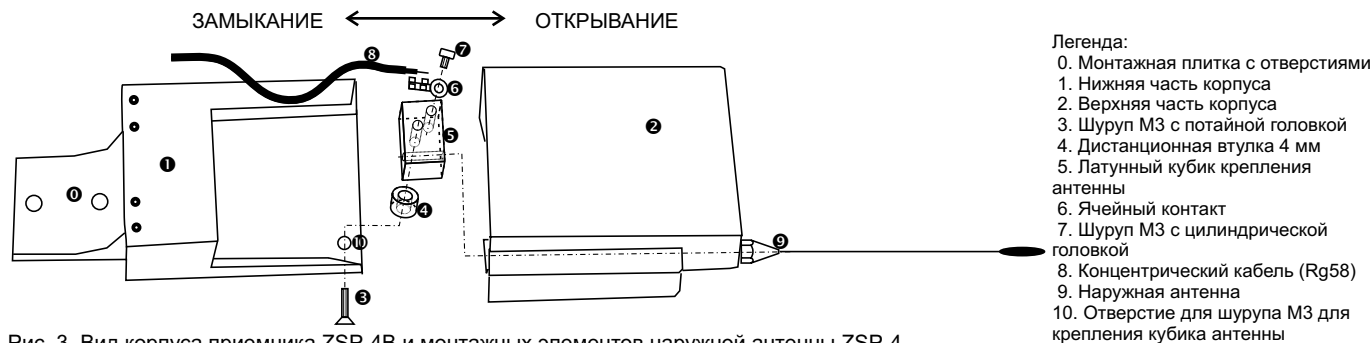

Рис. 3. Вид корпуса приемника ZSP-4B и монтажных элементов наружной антенны ZSP-4.
- Открыть корпус приемника ZSP-4B (рис.3) - открутить (возможно уже имеющуюся) наружную антенну и снять верх корпуса (выдвигая его).
- Чтобы дойти до зажимов каналов 3 и 4 надо полностью вынуть электронный модуль из корпуса, предварительно открутив шуруп М3, который блокирует возможность демонтажа модуля (рис.3 элемент 3).
- Уместить нижнюю часть корпуса в требуемом месте при помощи прилегающего к нему захвата с двумя отверстиями (рис.3). Для крепления использовать болты с максимальным диаметром 5 мм.
- Надвинуть верхнюю часть корпуса и вкрутить наружную антенну в верхнее отверстие (рис.3). Наружная антенна с нарезной стороны имеет прокладку, которая в соединении с корпусом дает гарантию защиты от воды. Монтаж закончен.
- Открыть корпус приемника (рис.3) и демонтировать электронный модуль - открутить (если таковая уже имеется) наружную антенну и снять (выдвигая) верхнюю часть корпуса, открутить шуруп М3, который блокирует возможность демонтажа модуля (рис.3 элемент 3), вынуть модуль из нижней части корпуса, демонтировать латунный кубик крепления антенны, выкручивая из него дополнительный шуруп М3.
- использовать оставшийся после демонтажа шуруп М3х10 с потайной головкой (рис. 3 элемент 3) и дистанционную втулку высотой 4 мм (4). Шуруп вложить в отверстие в нижней части корпуса приемника, наложить дистанционную втулку и вкрутить в расположенный соответствующим образом латунный кубик (5).
- Соединить модуль приемника ZSP-4B с монтируемой наружной антенной, используя соответствующий провод, на прим.: RG58 (8). Концентрический кабель RG58 характеризуется полным сопротивлением величиной 50 Ohm, возможностью работы при частоте сигнала 433 МГц, а длина равняется многократности 68 см (длина волны). Использование слишком длинного провода (оптимальный до 3 м) или провода с плохой характеристикой, вместо увеличения радиуса действия приведет к его уменьшению. Кабель нужной длины надо изолировать и подключить с одной стороны к зажимам модуля приемника: к зажиму „Y” внутреннюю жилу кабеля, а до „GND” экран кабеля. С другого конца кабеля снять наружную изоляцию и экран на длине 15 мм, внутреннюю жилу кабеля отизолировать на длине 5 мм. Затем прикрепить к ней ячеиковый наконечник (6) и прикрутить к свободному отверстию на латунном кубике, используя оставшийся после демонтажа шуруп М3х5 с цилиндрической головкой (7). Экран кабеля следует соединять только по стороне модуля радиоприемника!!!
- Надвинуть верхнюю часть корпуса (2) и вкрутить наружную антенну (9) в находящееся наверху отверстие. Наружная антенна с нарезной стороны имеет прокладку, которая в соединении с корпусом гарантирует защиту от воды.